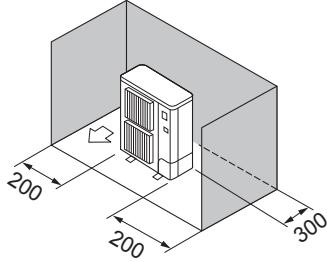

Fig. 2-5
③ Окружающие предметы - только сзади и с боковых сторон (Fig. 2-5)